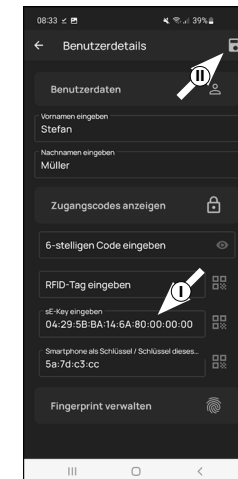

Abb. 7
- 7 Sie kehren wieder in das Fenster mit den Benutzerdetails zurück. In dem Feld „sE-Key eingeben“ sehen Sie, dass der Transponder eingespeichert wurden (I) (Abb. 7). Tippen Sie oben rechts auf das „Speichern“-Symbol (II) (Abb. 7).